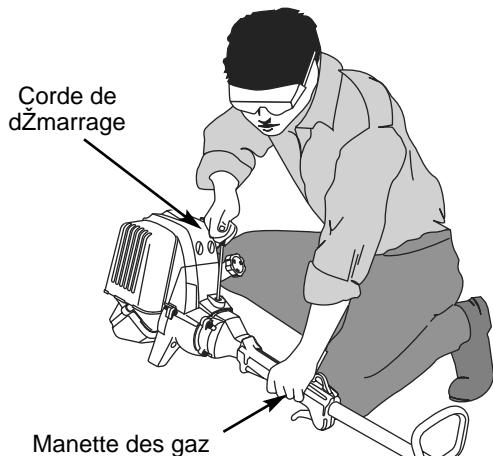

Fig. 8
6. Levez-vous en position de démarrage (Fig. 8) et appuyez sur la manette des gaz. Tirez solidement sur le cordon de démarrage jusqu'à 5 fois.